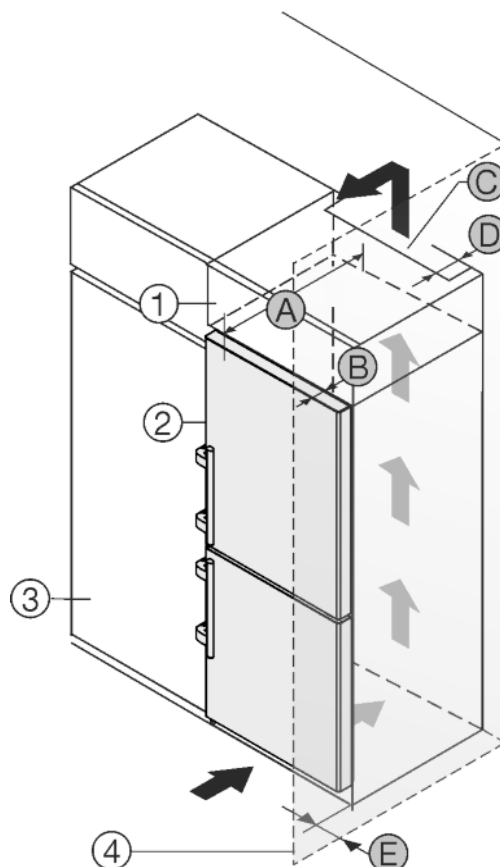

Fig. 13
L'appareil peut être réagencé avec des buffets de cuisine. Pour adapter l'appareil *Fig. 13 (2)* à la hauteur du coin cuisine, une rehausse *Fig. 13 (1)* peut être posée sur l'appareil.
L'appareil peut être installé directement à côté du buffet de cuisine *Fig. 13 (3)*. Pour pouvoir ouvrir complètement les portes, l'appareil doit déborder de la profondeur *Fig. 13 (B)* par rapport à la façade du buffet. L'appareil peut déborder encore plus en fonction de la profondeur des buffets et de l'utilisation de cales d'épaisseur.
- Une sortie d'air avec la profondeur *Fig. 13 (D)* doit être présente au dos de la rehausse sur toute sa largeur.
- La section de ventilation *Fig. 13 (C)* sous plafond doit être respectée.
Si l'appareil avec les charnières est installé près d'une paroi *Fig. 13 (4)*, la distance *Fig. 13 (E)* entre l'appareil et la paroi doit être respectée. Ceci correspond à la saillie de la poignée avec la porte ouverte.